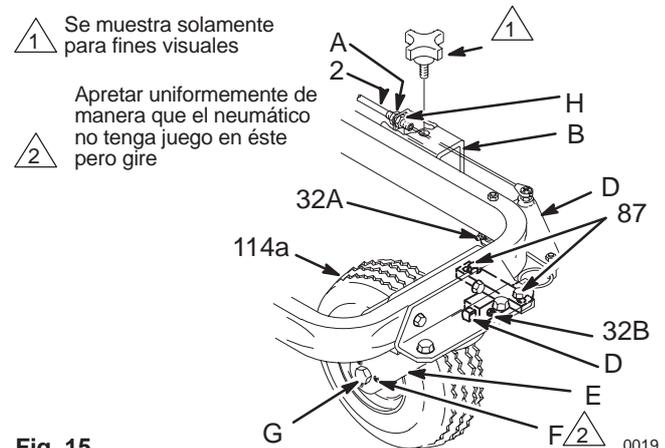

Fig. 15
2. Uniformizar la tensión de los cojinetes de los neumáticos traseros (ajustar las tuercas (10) según convenga). Véase la página 38.
3. Apretar uniformemente los tornillos de fijación de las ruedecillas (F). Véase la Fig. 15.
Véase la Fig. 15
Cambio del neumático de la ruedecilla Véase la Fig. 15.
Véase la Fig. 15.
1. Aflojar los dos pernos (87), coger el neumático y alinearlo visualmente. Apretar los pernos uniformemente. Mover la unidad hacia adelante. Si la ruedecilla parece derecha, poner en marcha la unidad (utilizar agua) y pulverizar a lo largo de una línea recta verdadera. Continuar con el ajuste si fuese necesario. Véase la Fig. 15.